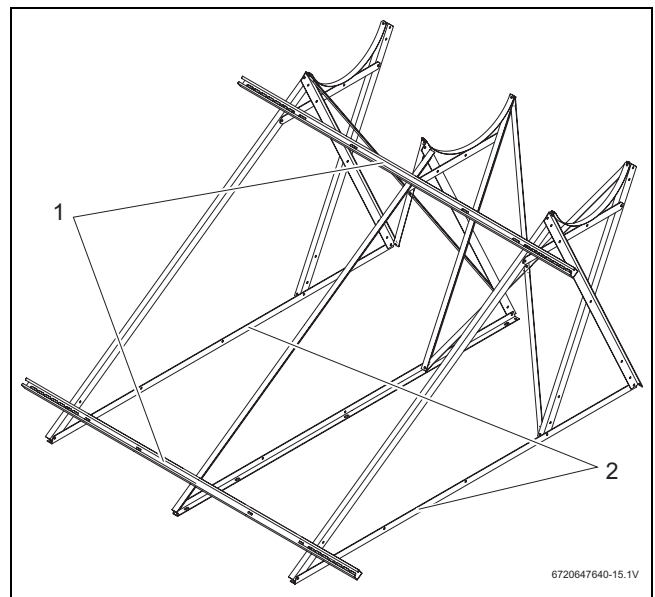

Fig. 24 Unir soporte transversal
- ▶ Atornillar los perfiles cubierta plana/tejado inclinado (→ Fig. 24, [1]), por arriba y por abajo, a los perfiles de soporte del captador.
- ▶ Alinear los perfiles de soporte inferiores (→ Fig. 24, [2]) de forma que queden paralelos.